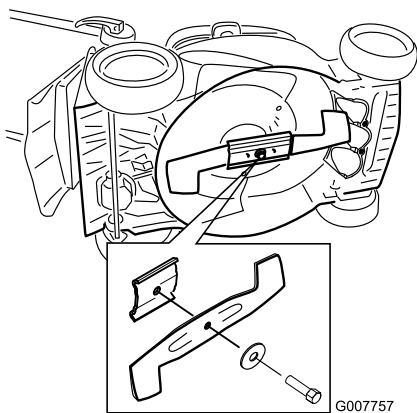

Figure 28
2. Basculez la tondeuse sur le côté (filtre à air en haut) (Figure 28).